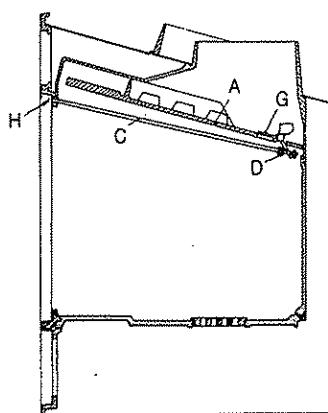
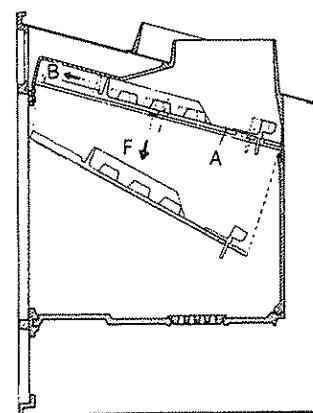

Fig. 1
Fig. 2
7.3. PLAQUE DEFLECTEUR. (Voir Fig 1 et Fig 2)
2.º Glisser la plaque "A" déflecteur vers l'avant (direction "B") jusqu'à ce que les pivots de fixation des côtes coïncident avec les encoches de celle-ci, de façon à obtenir la chute de la plaque (direction "B1"). (Fig. 2).
IMPORTANT: Sur les modeles C-3/60 et C-3/80 pousser la tige "C" à la main jusqu'au moment que son extrémité sortant soit au niveau du le cadre "H" (Fig. 1), en vérifiant que dans cette position la